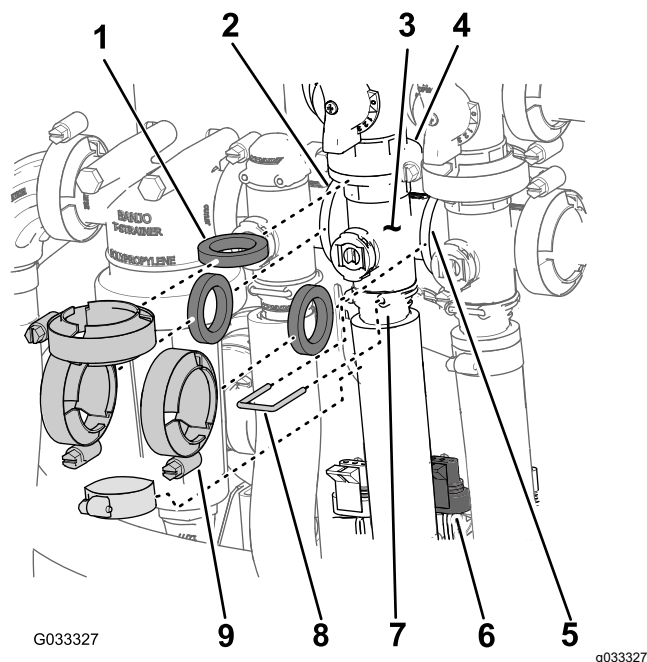

Figura 69
1. Rimuovete i morsetti e le guarnizioni che fissano il collettore della valvola dell'agitatore (Figura 69) alla valvola di bypass dell'agitatore, valvola di comando del volume, valvola di sezione principale e raccordo dell'adattatore (valvola di accelerazione dell'agitatore).
2. Rimuovete il fermo che fissa il raccordo di uscita al collettore per la valvola dell'agitatore (Figura 69).